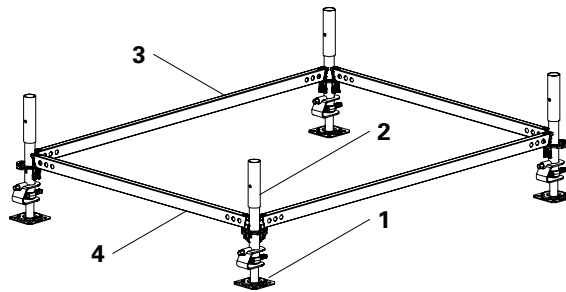

Fig. B.1.01
1. Assemble the base frame using the components. (Fig. B.1.01)